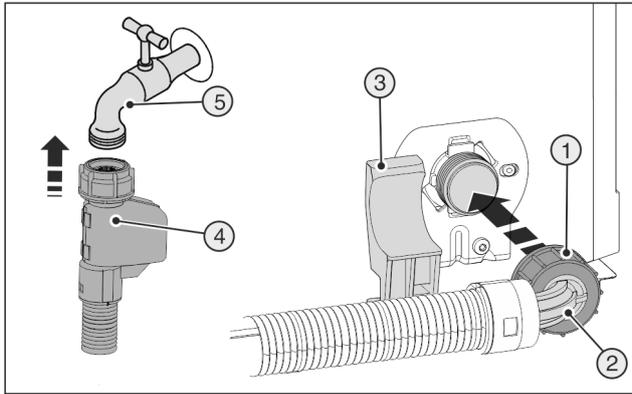

Fig. 8
- ▶ Gerades Schlauchende Fig. 8 (4) am Absperrhahn Fig. 8 (5) anschließen.